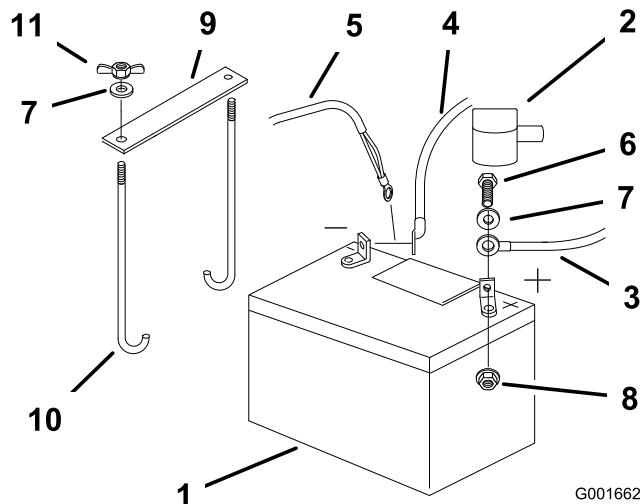

Figure 44
4. Commencez par débrancher le câble négatif et le câble de masse de la borne négative (-) de la batterie (Figure 44).
5. Enlevez le capuchon rouge de la borne positive (rouge) de la batterie. Débranchez ensuite le câble positif (rouge) de la batterie (Figure 44).
6. Retirez les deux écrous à oreilles (1/4 pouce) de fixation de la barrette de maintien de la batterie (Figure 44).
1. Placez la batterie dans son support en tournant les bornes vers le moteur (Figure 44).
4. Fixez les câbles avec 2 boulons (1/4 x 3/4"), 2 rondelles (1/4 pouce) et 2 contre-écrous (1/4 pouce) (Figure 44).
6. Fixez la batterie en position avec des boulons en J, une barrette de maintien et 2 rondelles (1/4 pouce), ainsi que 2 écrous à oreilles ((1/4 pouce)) (Figure 44).